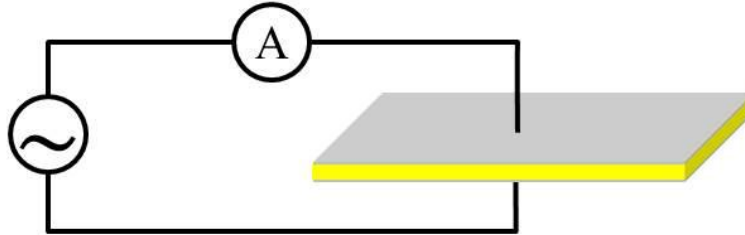

Рисунок 9. Схема эксперимента для измерения резонансной и антирезонансной частот.
Перейдем к эксперименту для определения частот  $f_r$  и  $f_a$ , который схематически показан на рис. 9. Амплитуду подаваемого переменного напряжения  $V$  поддерживайте постоянной, чтобы модуль импеданса определялся силой тока в цепи.
1. Соедините вместе генератор сигналов, мультиметр и пьезопластинку, как показано на рис. 9. Обратите внимание на то, что пьезопластинка должна быть закреплена зажимом Кельвина посередине её длины.